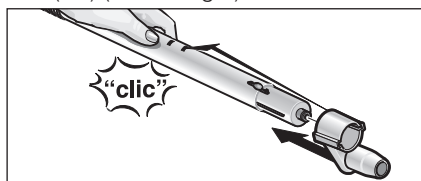

Fig. 4: Inserimento del gancio di parcheggio
- Spingere il gancio di parcheggio (G4) sul tubo di prolunga inferiore finché si incastra nel modulo (G2) (si veda fig.4).